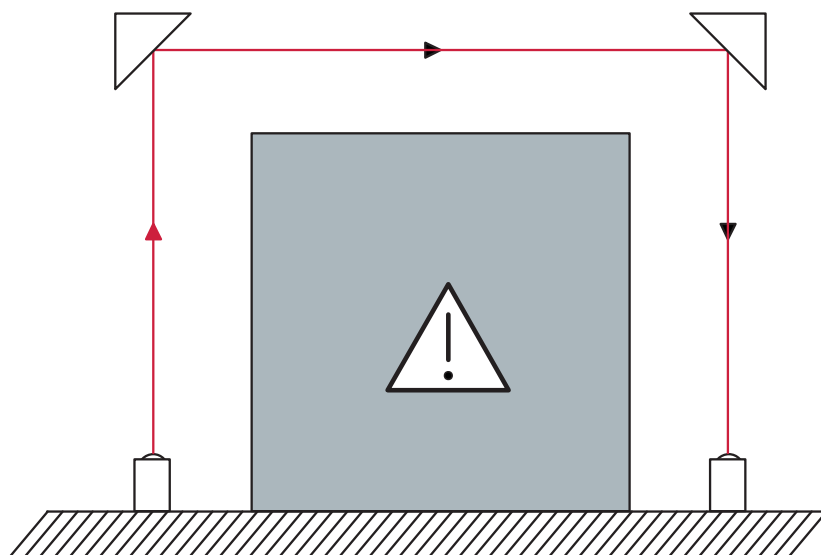

图 6.5: 偏转镜柱的定位
- 偏转镜柱的定位必须保证光轴位于镜子的中心参见图 6.5。